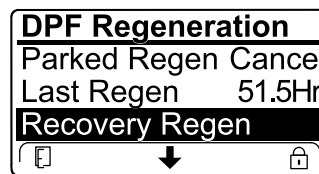

Figura 72
- Se o computador do motor não tiver pedido uma regeneração de recuperação e percorrer a opção REGENERAÇÃO DE RECUPERAÇÃO, a regeneração de recuperação bloqueia e o ícone de bloqueio (Figura 72) surge no canto inferior direito do InfoCenter.